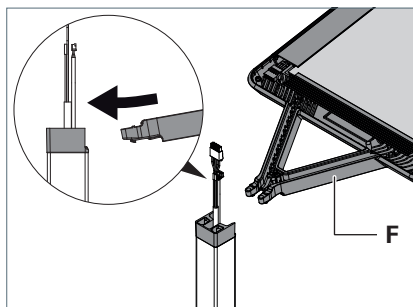

Fig. 3 : Monter la tête du luminaire.
- Faites basculer légèrement le bras **F** de la tête du luminaire vers le bas jusqu'à la butée dans l'adaptateur, voir Fig. 3.